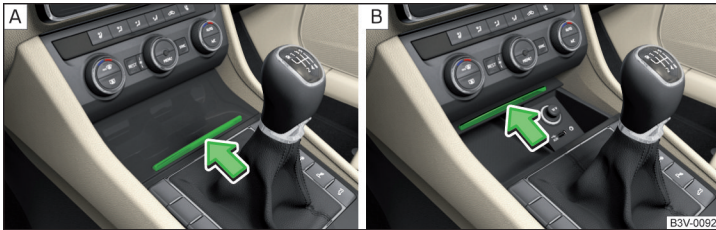

Abb. 88 Ablagefach: öffnen/schließen
- Zum **Öffnen** auf die Deckelkante in Pfeilrichtung drücken » Abb. 88 - **A**.
- Zum **Schließen** auf die Deckelkante in Pfeilrichtung drücken » Abb. 88 - **B**. Der Deckel schließt sich selbsttätig.